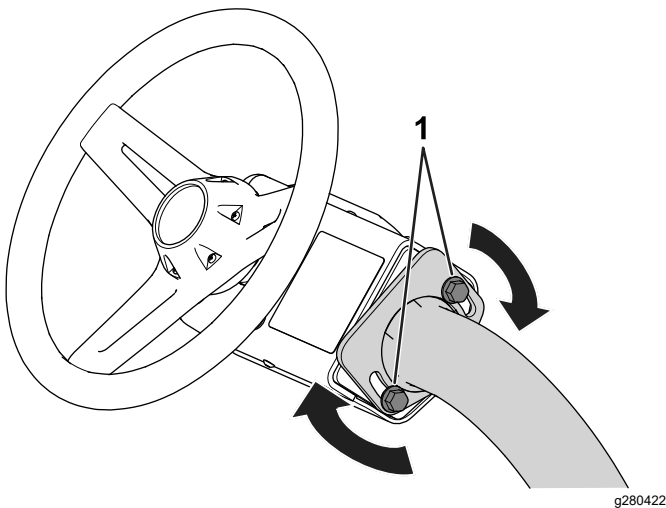

Bild 33
1. Lösen Sie die Schrauben (Bild 33), mit welchen die Lenkradbaugruppe am Lenkarm befestigt ist.
3. Ziehen Sie die Schrauben (Bild 33) an, um das Lenkrad in der eingestellten Position zu fixieren.